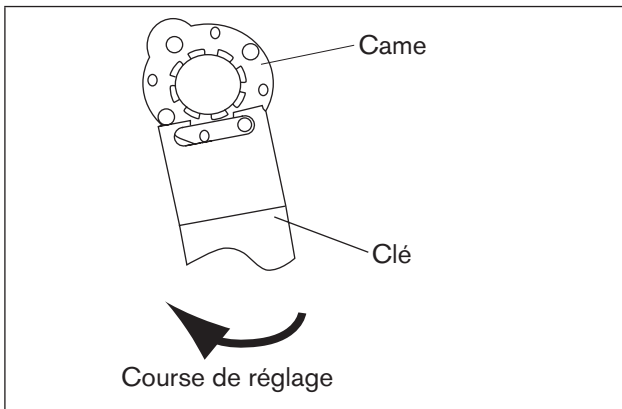
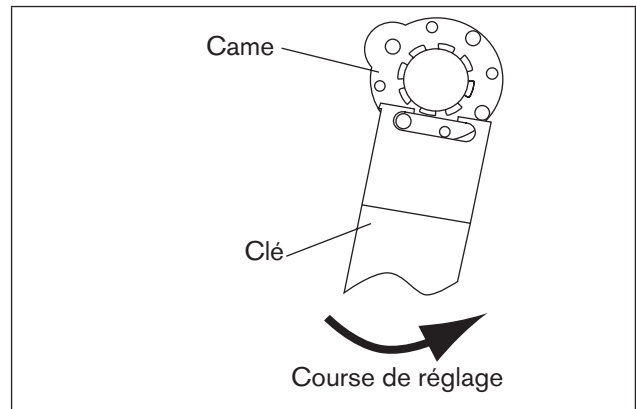

Figure 12 : Réglage des contacts de recopie dans le sens des aiguilles d'une montre
Figure 13 : Réglage des contacts de recopie dans le sens contraire des aiguilles d'une montre
- Réglez les deux cames supérieures à l'aide d'une clé appropriée (voir « Figure 12 » et « Figure 13 »).